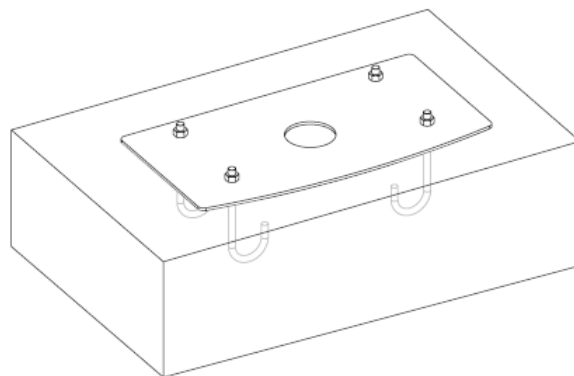

Fig. 6
- Réaliser une base de fondation d'après la figure 6.
- Sceller la plaque de fondation, d'après la figure 6, en prévoyant une ou plusieurs gaines pour le passage des câbles électriques.